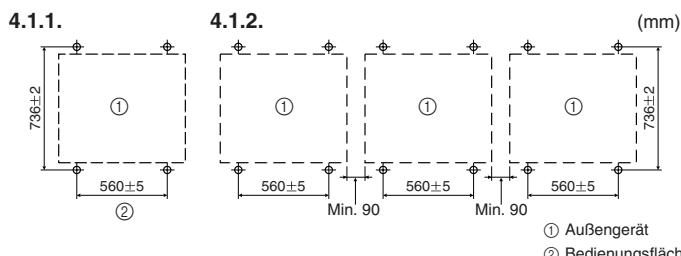

Fig. 4-1
4.1.1. Beim Installieren einer einzelnen Außenanlage (Fig. 4-1)